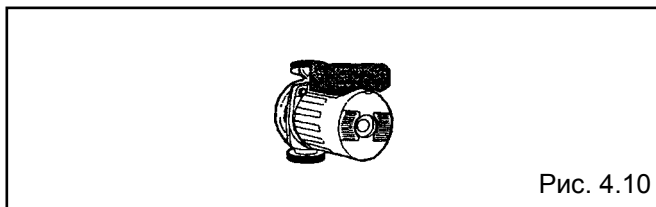

Рис. 4.10
- ⇒ Убедитесь, что вал циркуляционного насоса вращается свободно и в правильную сторону (рис. 4.10);